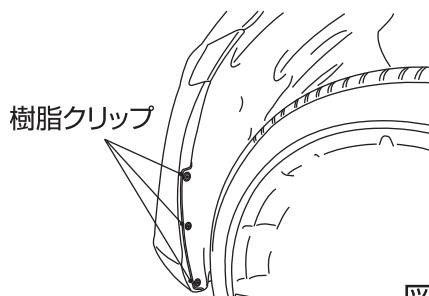

図1
- ドライバーを使用し、樹脂クリップを取り外してください。(図1)